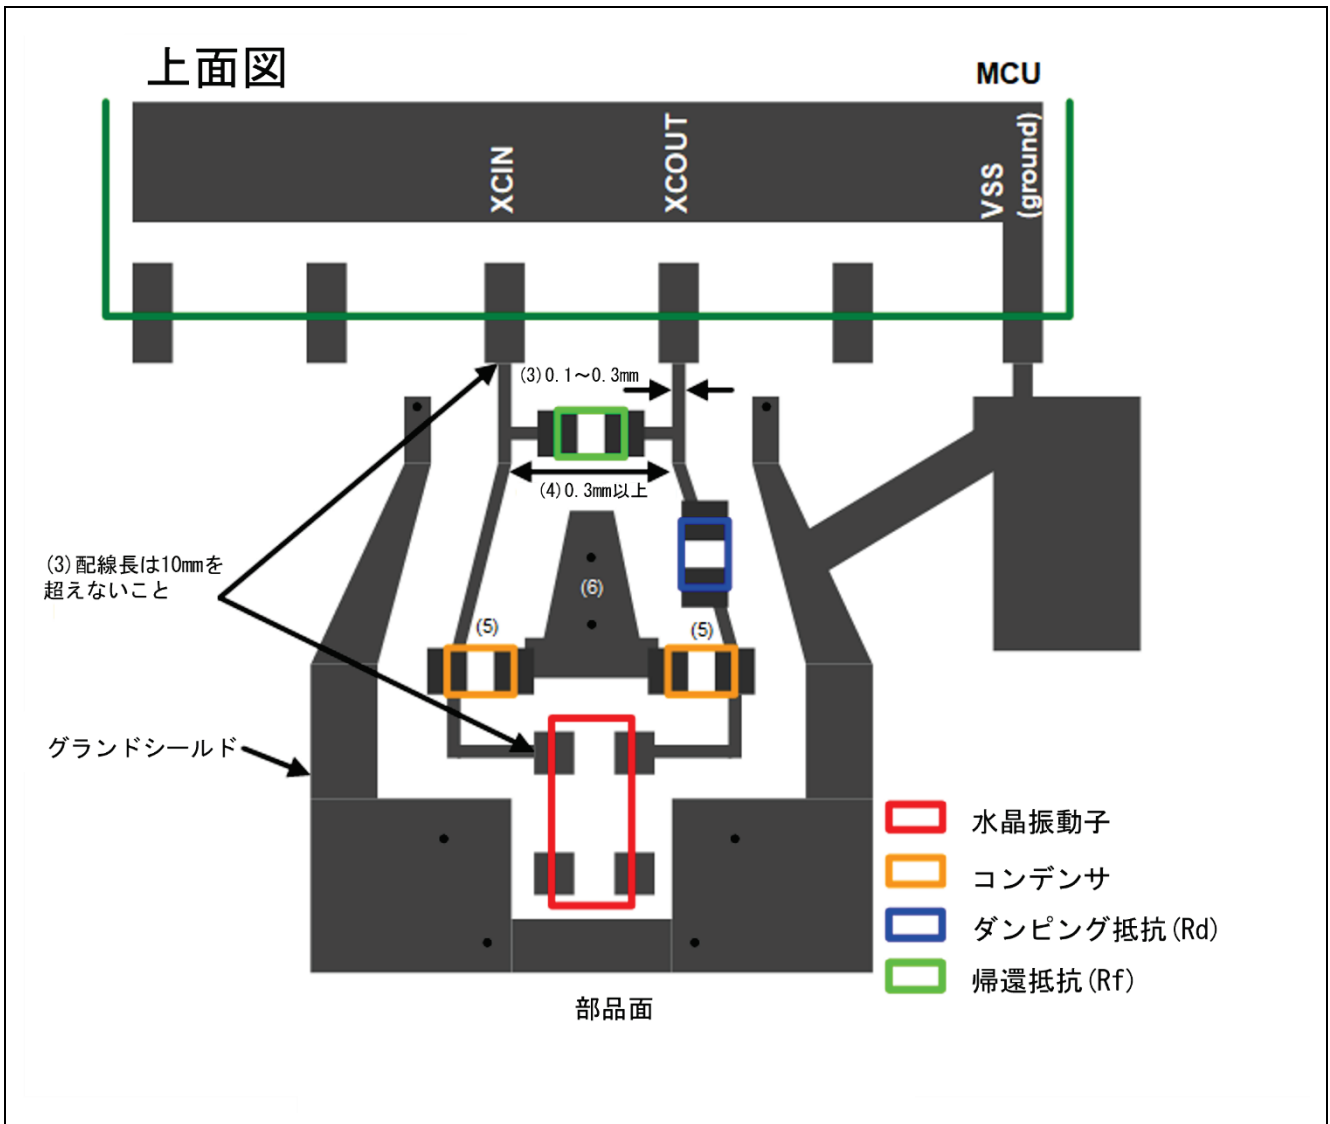
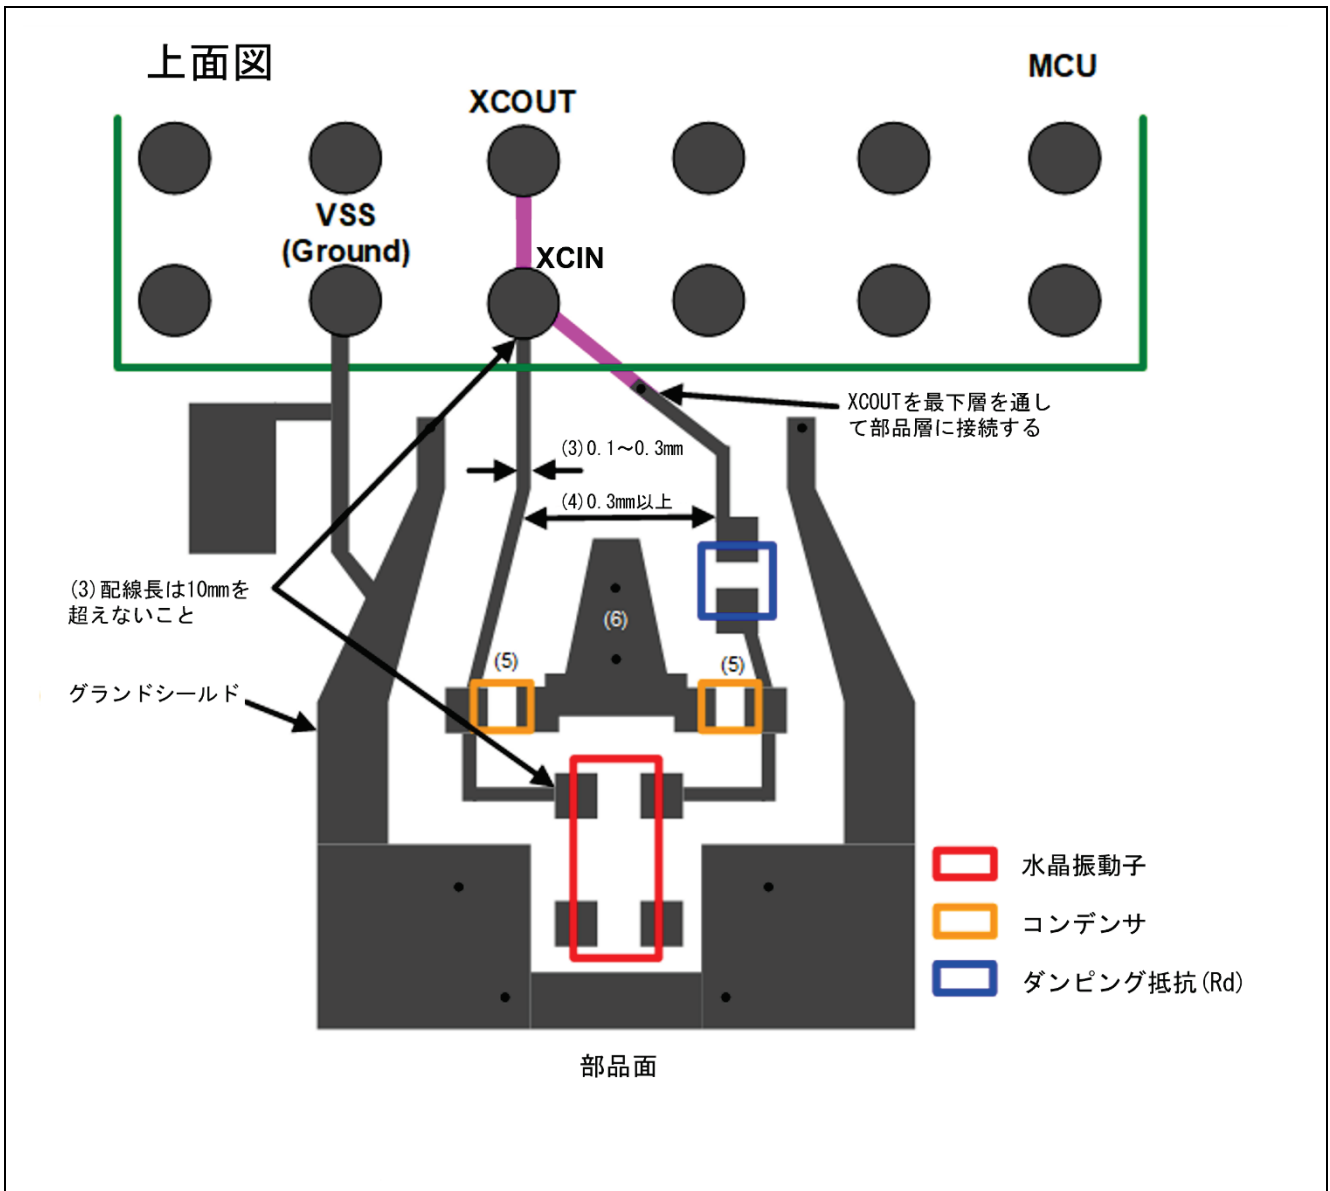
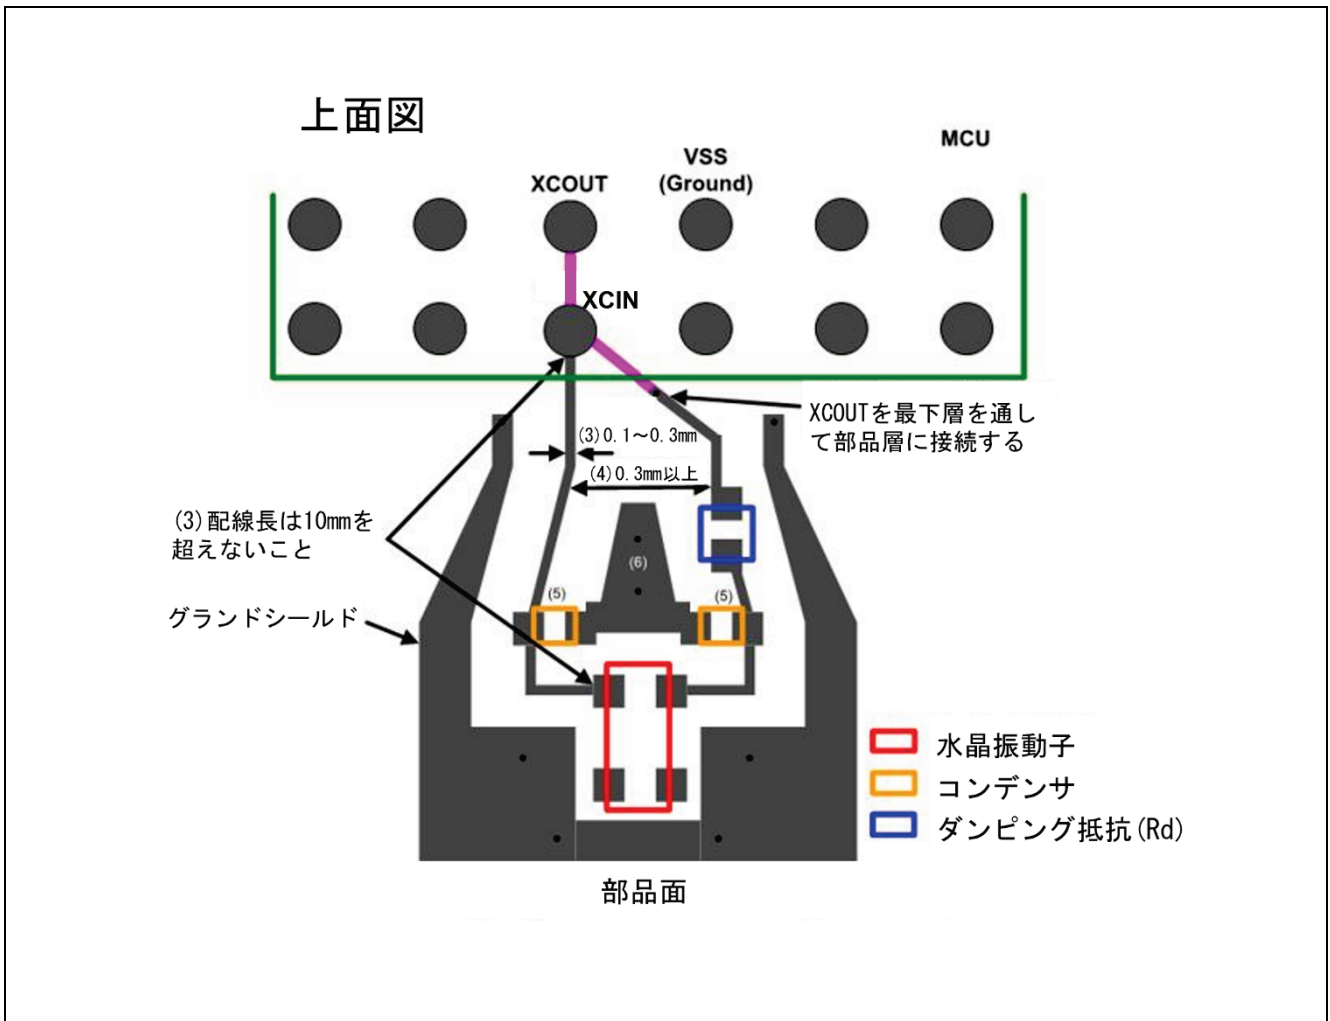
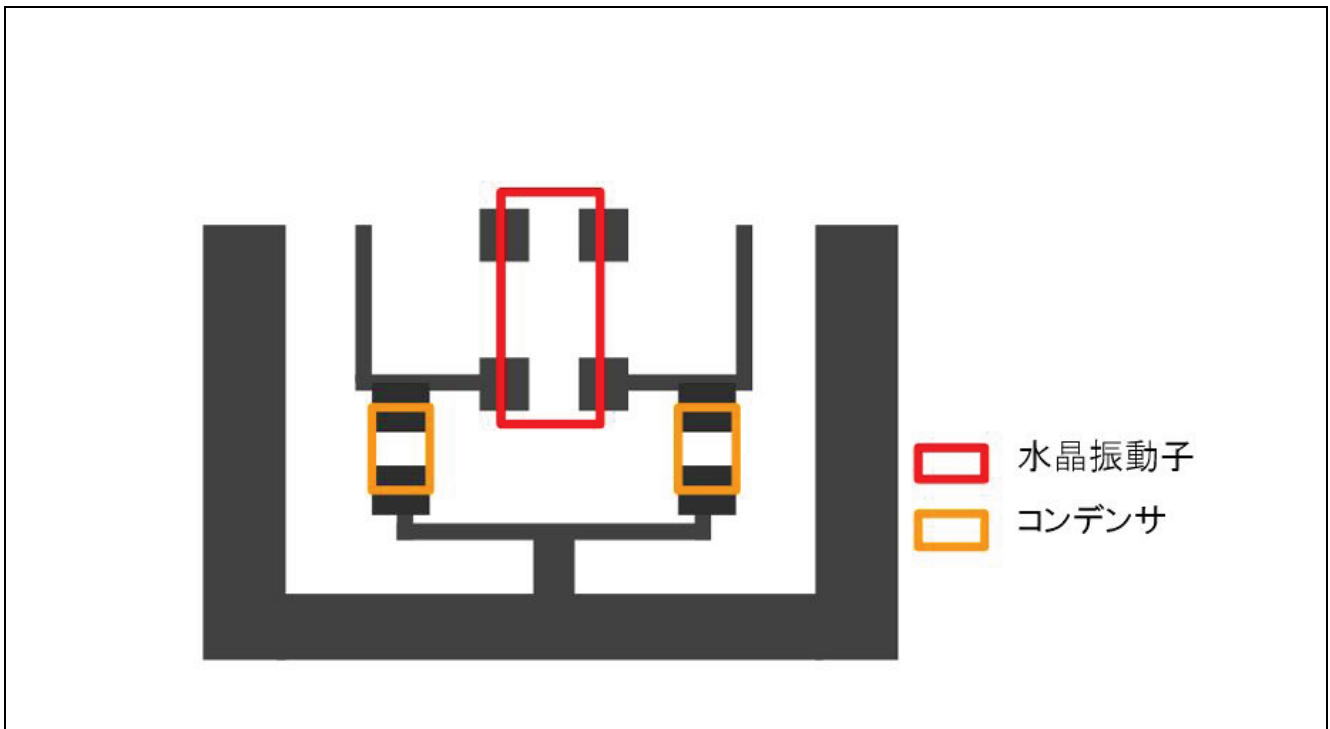

図 5. LQFP パッケージの推奨配置と配線例
図 6. LGA パッケージの推奨配置と配線例
図 7. BGA パッケージの推奨配置と配線例
図 8. XCOUT の代替配置と配線例
以下のリストは、XCIN と XCOUT の配線に関するポイントを説明しています。図 5、図 6、図 7 に XCIN と XCOUT の最適な配線を示しています。図 8 は、XCIN と XCOUT の配線の代替例を示しています。図中の番号は、以下のリストと連携しています。
5. 外付けコンデンサはできるだけ近くに接続してください。コンデンサの配線は、部品面のグランド配線（以下、グランドシールド）に接続します。グランドシールドについては、2.2.2 項を参照してください。推奨配置でコンデンサを配置できない場合は、図 8 に示す配置でコンデンサを配置してください。